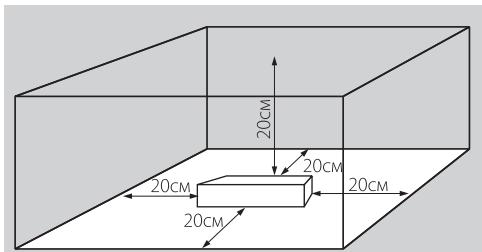

Рис.4.
- 4.3. Не нагружайте источник питания более 80% от его максимальной мощности. Учитывайте, что с повышением температуры окружающей среды, максимальная мощность источника питания снижается, см. график зависимости на Рис.4.